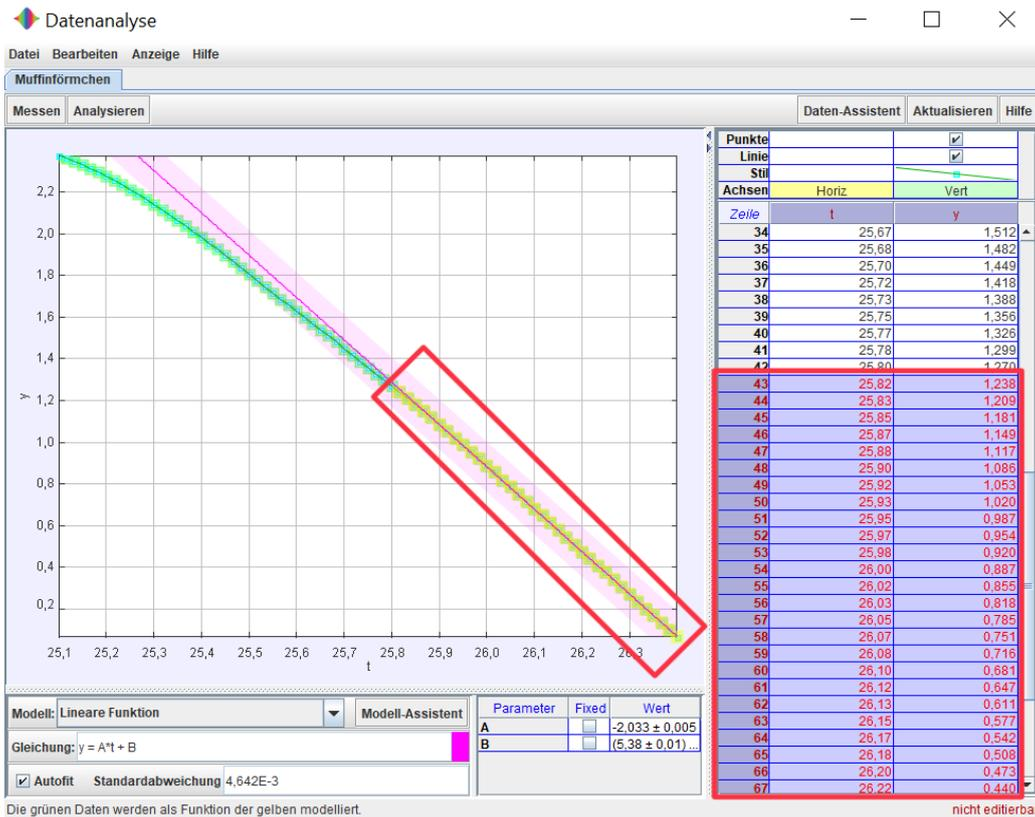

Abbildung 4: Linearer Fit der markierten Daten (rot markiert).
- Die konstanten Endgeschwindigkeiten bestimmen Sie per Videoanalyse. Wählen Sie hierfür nach dem Tracken die y -Daten aus, wie in Abbildung 4 gezeigt. Per Rechtsklick mit der Maus auf die Wertetabelle öffnet sich das Tab „Datenanalyse“. Zur Anpassung Ihrer Daten klicken Sie auf *Analyse*.
- Führen Sie mit Ihren getrackten Daten **in Tracker** im Tab „Datenanalyse“ eine Anpassung (Fit) der Daten durch, um so die konstante Endgeschwindigkeit eines Objekts zu ermitteln. Schätzen Sie zunächst ab, ab welcher Stelle die Endgeschwindigkeit erreicht wird und wählen Sie nur die darauffolgenden Datenpunkte bis zum Auftreffen des Objekts auf dem Boden, indem Sie die Werte mit der Maus in der Wertetabelle markieren (siehe Abbildung 4).